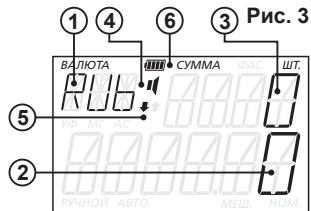

Рис. 2
5. При желании, установите съёмный ограничитель, входящий в комплектацию детектора. Это можно сделать также и в любой момент работы с детектором см. Рис. 2;